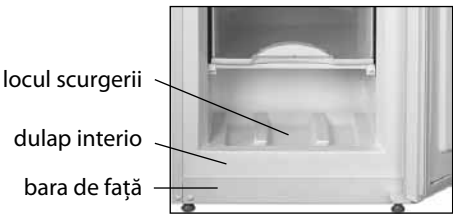

Figura 5 – Colectarea apei
4.1 În timpul dezghețării congelatorul, apa care apare când se topește stratul de zapadă trebuie să fie ștersă din zona de scurgere cu un material absorbant în conformitate cu Figura 5. Apoi congelatorul trebuie să fie spălat și șters bine.
ATENȚIE! Nu permiteți scurgerea apei în timpul dezghețării și curățării congelatorului. Dacă apa ajunge la consola frontală a carcasei interne și externe, vezi Figura 5, aceasta poate provoca coroziunea exterioară a congelatorului și a pieselor de congelare automata, cît și perturbarea materialelor de izolare, ceea ce duce la formarea fisurilor interne și la eșecul congelatorului.